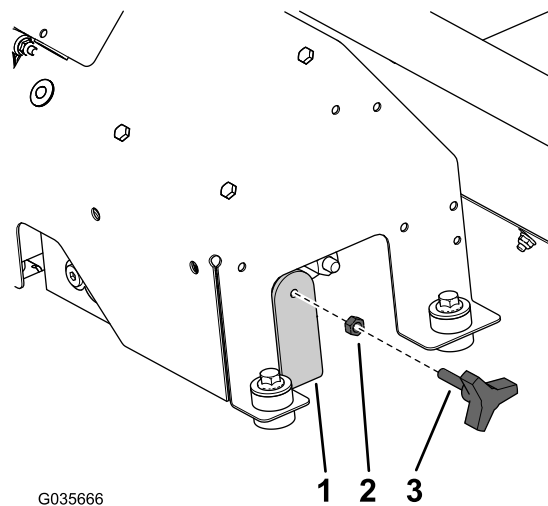

Figure 20
- Retirez le bouton du faisceau que vous avez enlevé et montez-le sur le support monté précédemment (Figure 20).